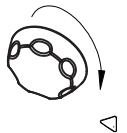

Abb. 8
- Den Abfluss (Abb. 8) im Kühlraum frei halten, damit sich kein Wasser ansammelt.
(Abb. 8).